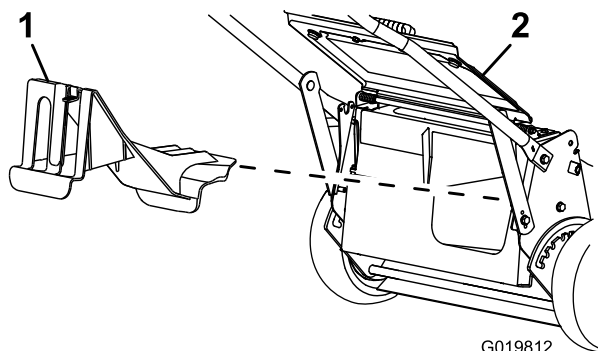

Figure 22
- Si l'obturateur d'éjection arrière n'est pas installé, saisissez-le par la poignée, relevez le déflecteur arrière et insérez-le dans la goulotte d'éjection arrière jusqu'à ce que le dispositif de verrouillage s'enclenche; voir Figure 22.
2. Retirez l'obturateur d'éjection arrière en appuyant sur le verrou avec le pouce et en tirant l'obturateur hors de la machine (Figure 22).